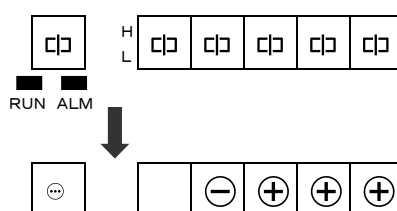

図 6.1 電源 ON 時の表示画面
- (1)ディスプレイ画面 : 状態表示の「RUN」ランプは電源 OFF 以前の状態を保持しています。
- (2)印字データ処理 : 電源 OFF 以前に動作していた印字処理は復電後、再開しません。
- (3)警報、自己診断動作 : 電源 OFF 以前に発生した警報表示・出力等は復帰しません。
- (4)データ表示・チャネル No.表示 : 図 6.1 のようになります。
- ① 停電が生じた場合も、復電後初期化処理を行い、上記の初期状態になります。
- ② 初期化処理において印字データ処理の消去を行うため、印字中に電源が OFF となった場合、復電後は印字動作を継続しません。
- ③ 図 6.1 において、電源投入時データを取り込むまで「⊕」を表示します。表示桁数は設定により異なります。